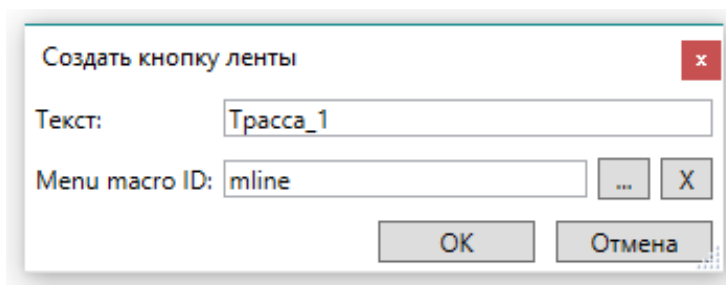

Рис. 21. Окно создания кнопок ленты
2. В диалоге *Создать кнопку ленты* (рисунок 21) задать параметры.